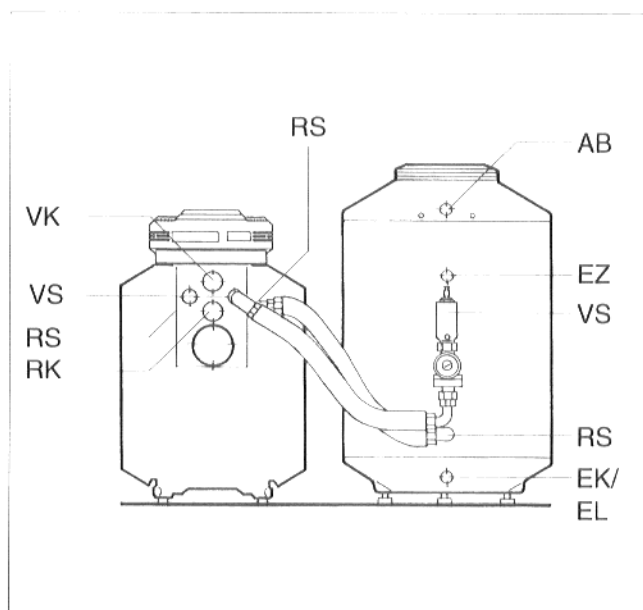

Abb. 1
Legende zu Abb. 1
- Stopfen und Flachdichtungen aus dem Vor- und Rücklaufanschluß am Anschlußformstück entfernen (Abb. 1 und 3)